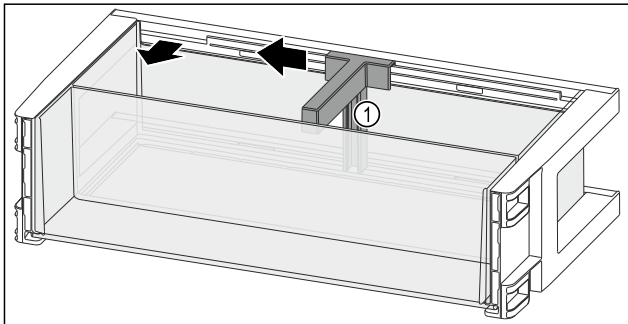

Fig. 142
- ▶ Flaschenhalter Fig. 142 (1) bis zur Aussparung zur Seite schieben.
- ▶ Flaschenhalter Fig. 142 (1) entnehmen.